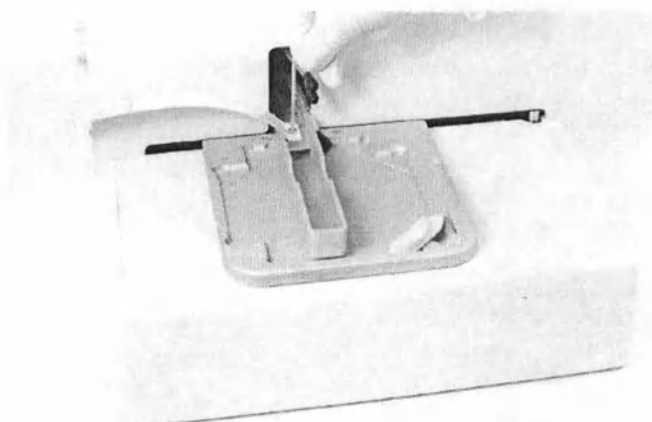

Рисунок 3-8. Снятие транспортного фиксатора
2. Открутите транспортный зажимной винт при помощи поставляемого в комплекте торцевого ключа (Рисунок 3-8)